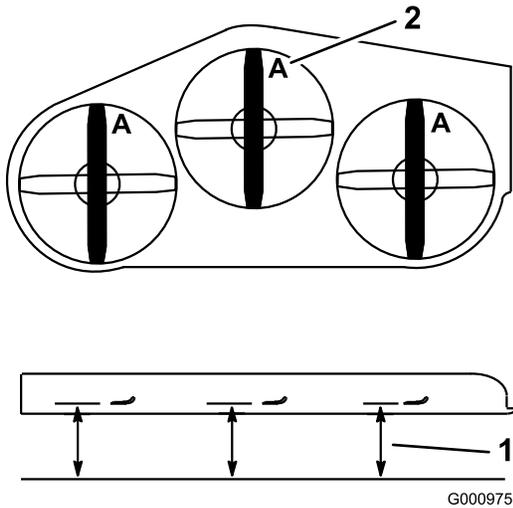

Figura 100
- Girate le lame fino a disporle in parallelo con la lunghezza della macchina (Figura 100).
- Misurate da un piano orizzontale fino al tagliente delle lame, posizione A, (Figura 100).